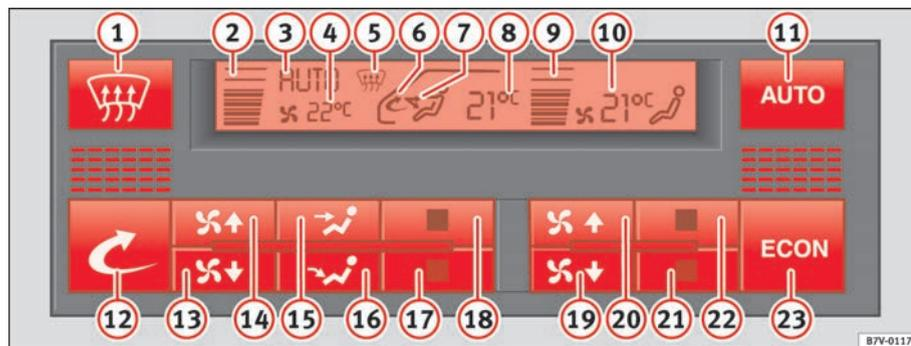

Fig. 120 Tablero de instrumentos: mandos del Climatronic
- Con las teclas ⇒ fig. 120 (21) y (22) se selecciona la temperatura que permanece ajustada hasta que se selecciona otra temperatura